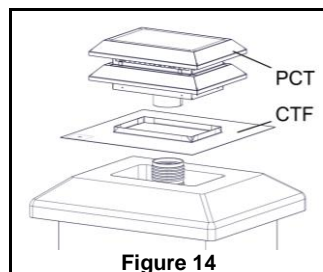

Figure 14
11. Un chapeau doit être installé sur le dessus de la cheminée de maçonnerie pour la protéger de la pluie. Si vous gainez la cheminée, vous pouvez installer un chapeau coaxial (PCT) pour obtenir un style maçonnerie traditionnel (Figure 14) ou installer le chapeau du fabricant de la gaine flexible. Si vous ne gainez pas la cheminée, le chapeau existant devrait être adéquat s'il est en bon état.
Si vous souhaitez utiliser un chapeau de style traditionnel, nous offrons le chapeau traditionnel coaxial (PCT) (Figure 14). Raccordez la gaine à l'extension située à la base du chapeau traditionnel. Coupez et pliez la base du chapeau traditionnel pour l'adapter à la cheminée ou au boisseau existant. Fixez le chapeau en place. Il faut commander un solin séparément (CTF ou CTFC). Raccordez la gaine à la rallonge au bas du chapeau de type traditionnel. Le solin peut être adapté à la partie supérieure de la cheminée ou au boisseau. Fixez le solin et le chapeau en place.